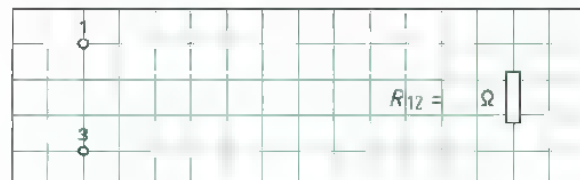

Bild 4: R_3 und R_{12} zwischen den Klemmen 1 und 3
5. Ergänzen Sie die neu entstandene Schaltung (**Bild 4**) der Widerstände R_3 und R_{12} zwischen den Anschlussklemmen 1 und 3.